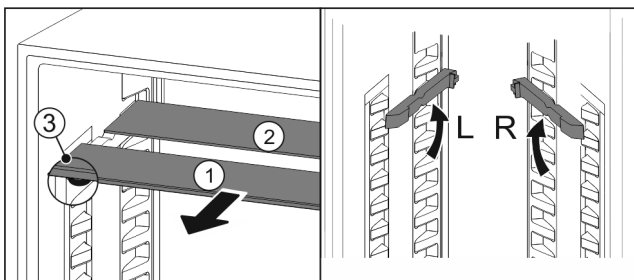

Fig. 133
- Izvucite Fig. 133 (1) staklene ploče jednu po jednu prema naprijed.
- Staklena ploča Fig. 133 (1) s ukrasnom letvicom nalazi se sprijeda.
- Zaustavljači Fig. 133 (3) su usmjereni prema dolje.